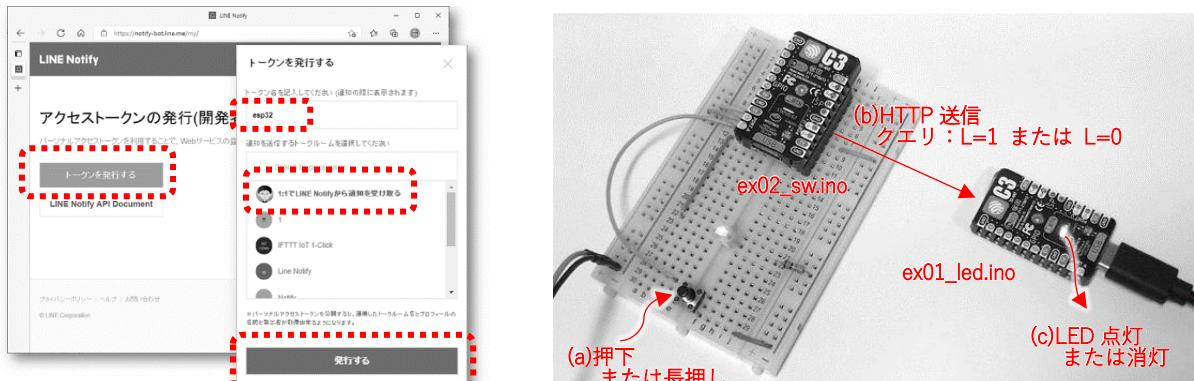

図 2-6 トークン発行ダイヤログ
2. ログイン後、画面右上のアカウント・メニューから【マイページ】を選択し、【トークンを発行する】を選択すると、図 2-6 のトークン発行ダイヤログが開きます。